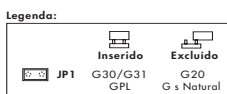

fig. 3
- Posicionar em ON (LIGADO) o JP1 (fig. 3)
- Excluir o regulador de pressão, aparafusando a fundo a porca (H) (pag.102) e ajustar a pressão mínima no valor da tabela em baixo, actuando sobre o parafuso (I) (pag.102)
- Selar o regulador sobrepondo a tampa (G)
- Posicionar em OFF (DESLIGADO) o jumper JP1 (fig. 3)
- Ajustar as pressões máxima e mínima ao queimador nos valores da tabela em baixo actuando respectivamente na porca (H) e no parafuso (I) como está descrito no parágrafo REGULAÇÕES (pag.102)